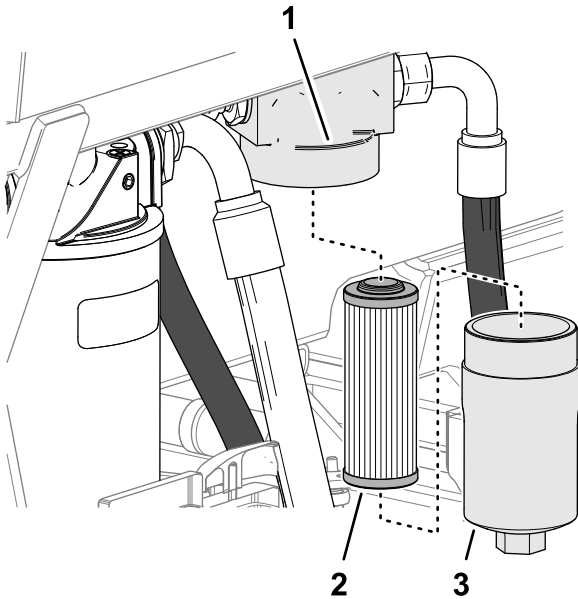

Figura 86
3. En el lado izquierdo de la máquina, limpie la zona alrededor del cabezal del filtro y coloque un recipiente debajo de la carcasa del filtro (Figura 86).
4. Retire la carcasa del filtro del cabezal del filtro y retire el elemento (Figura 86).
5. Instale un elemento del filtro nuevo en el cabezal del filtro (Figura 86).